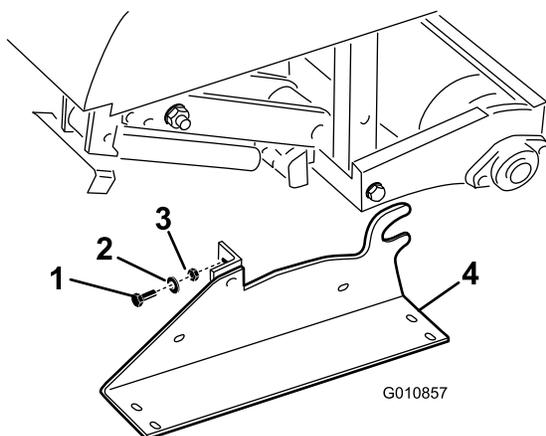

図 25
- 保管用スタンドとエアレータとを接続しているボルトとロック・ワッシャとナットを取り外す (図 25)。